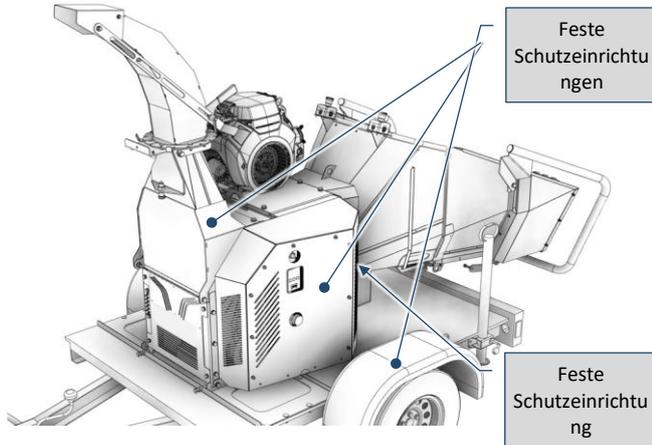
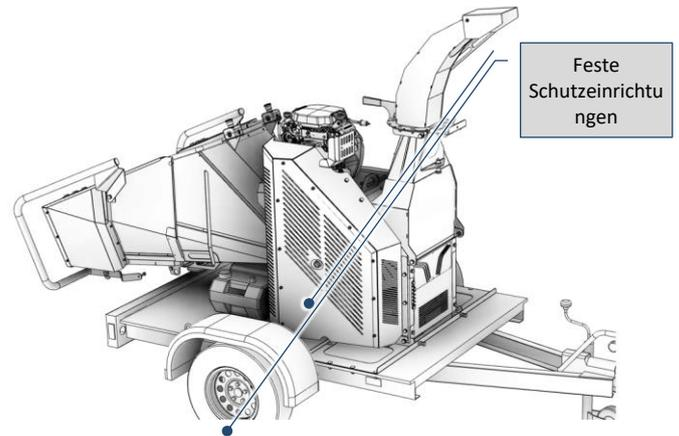

Abb. 7-20 – Feste Schutzeinrichtungen der Maschine
Abb. 7-21 – Feste Schutzeinrichtungen der Maschine
- **Feste Schutzeinrichtung:** eine Schutzeinrichtung, die dauerhaft in Position gehalten wird (durch Schweißen usw.) oder mit Befestigungselementen (Schrauben, Muttern usw.), die eine Entfernung/Öffnung ohne Werkzeug unmöglich machen (Fig. 7-20 und Fig. 7-21).